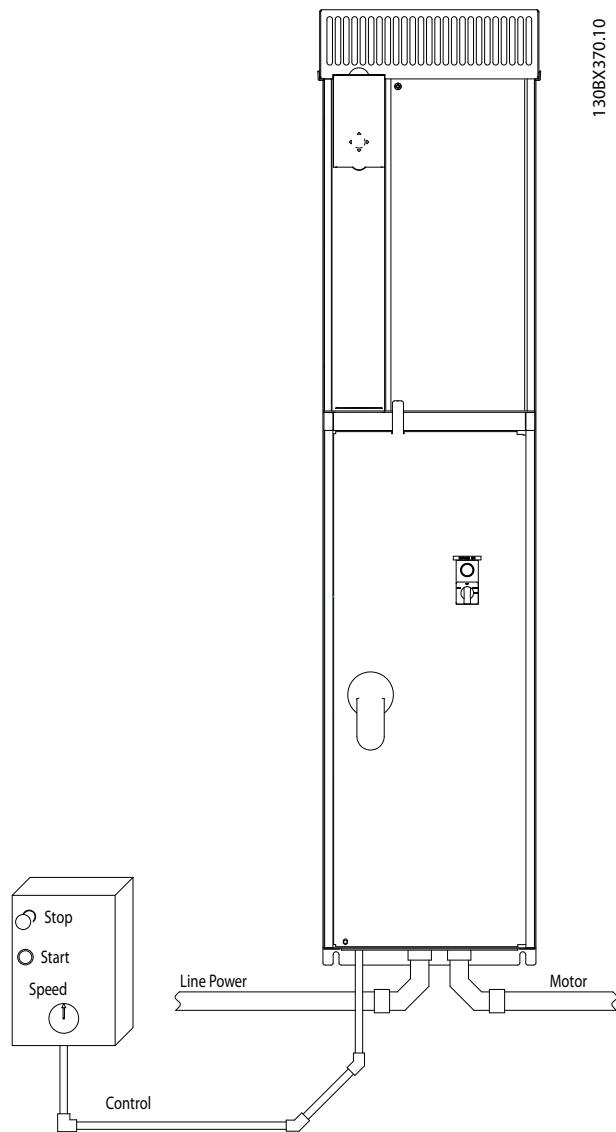

图 3.24 使用线管执行正确电气安装的示例
- 由于电动机线路带有高频电流, 因此主电源、电动机功率以及控制线路必须单独布线。请使用金属线管或单独的屏蔽线。请参阅图 3.24。如果不隔离功率、电动机和控制线路, 将可能影响设备的性能。